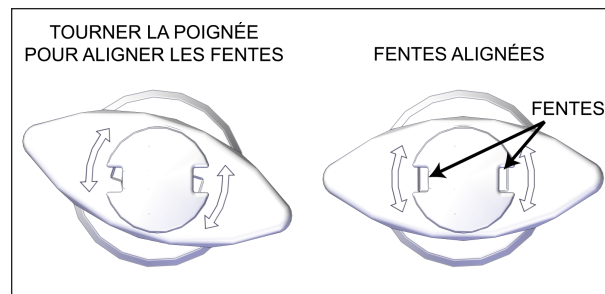

FIGURE 74: ALIGNEZ LES FENTES
2. Tournez la poignée rouge vers la gauche ou vers la droite afin d'aligner les fentes situées dans la partie centrale de la poignée, voir Figure 74.